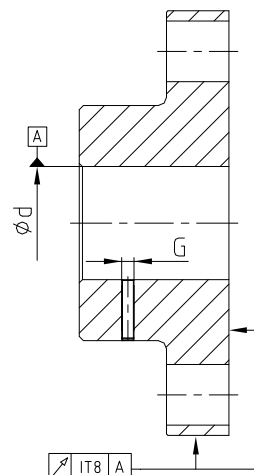

Рис. 23: точность радиального и торцевого биения
- При изготовлении посадочного отверстия покупателем необходимо выдержать точность по радиальному и торцевому биению (см. рис. 23)